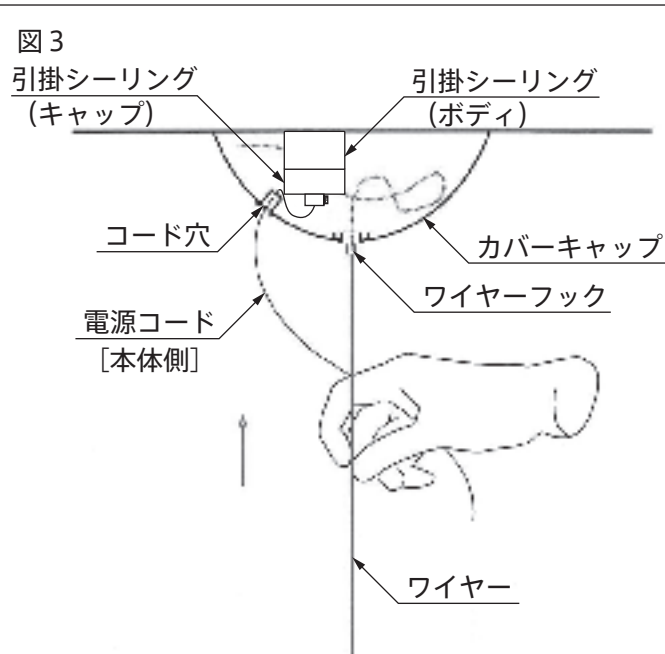

図 4
5. コード止めのネジをゆるめて電源コードを引掛シーリング（キャップ）に通し、長さを調整します。（図4）
6. 電源コードを引掛シーリング（キャップ）に接続し、コード止めのネジを締めて固定します。（図4）